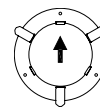

Fig 2
Frontplattan (3) monteras först på de översta beslagen (se fig. 2), varefter frontplattan (3) pressas in och sätts på plats över det nedersta beslaget, samtidigt som det nedersta beslaget pressas upp, (se fig. 3).